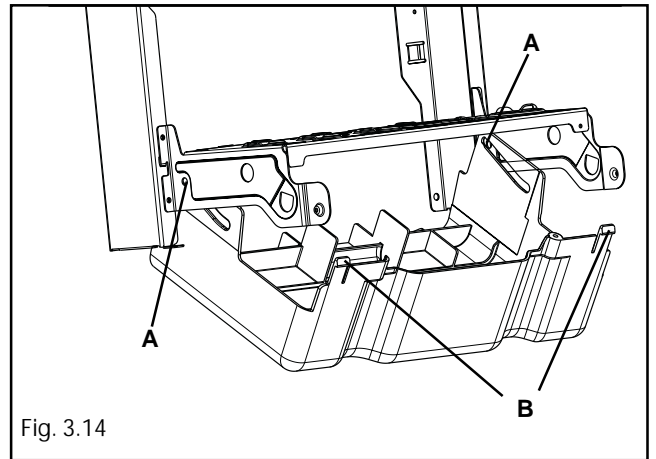

Fig. 3.14
- posizionare la copertura raccordi in modo che le feritoie laterali si trovino in corrispondenza dei fori (A) presenti sulla mensola (fig. 3.14)